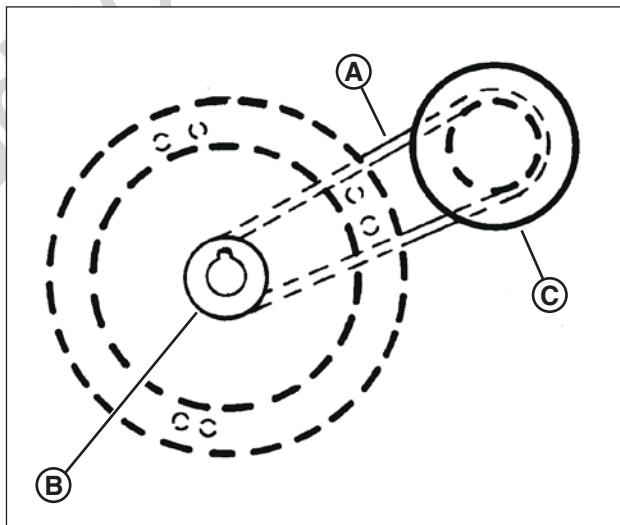

Figura 33: Encaminamiento de la correa de transmisión del motor
En cortacéspedes autopropulsados, la correa del motor (**A**, Figura 33) transmite energía desde la polea del motor (**B**) hacia el disco de transmisión (**C**). El disco de transmisión activa la correa Poly-V, la que activa la transmisión que activa las ruedas posteriores. Si estas correas se desgastan, pueden provocar deslizamiento, lo que afectaría el rendimiento del cortacésped. Se debe revisar la condición de la correa del motor y la correa Poly-V cada 25 horas de funcionamiento del cortacésped.
2. Observe el encaminamiento de la correa (Figura 33). En estos modelos, no hay una polea tensora para desconectar.